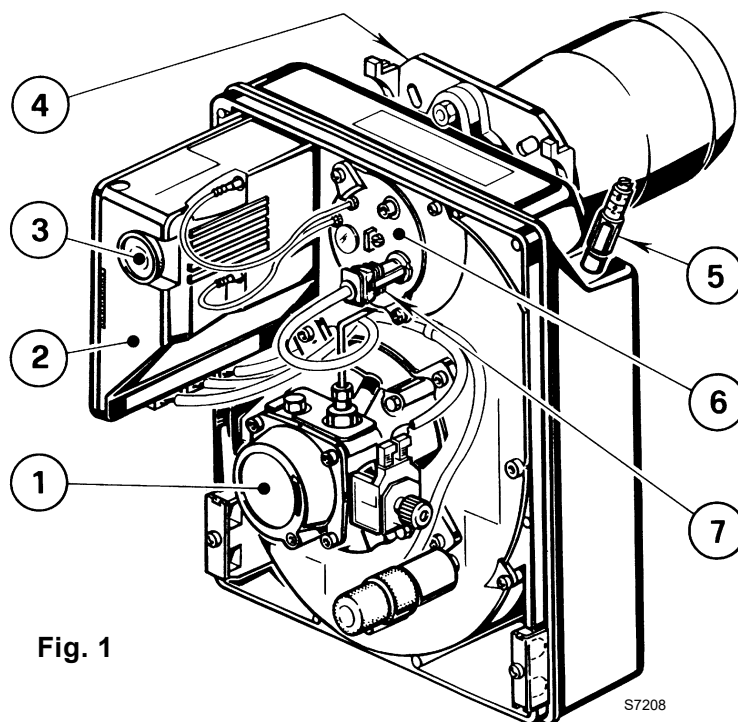

Fig. 1
- Effectuer le nettoyage de le capteur flamme, (7, Fig. 1, page 1).
Un défaut, dans la grande majorité des cas, se traduit par l'allumage du signal sur le bouton de réarmement manuel de la boîte de commande et de contrôle (3, Fig. 1, page 1).